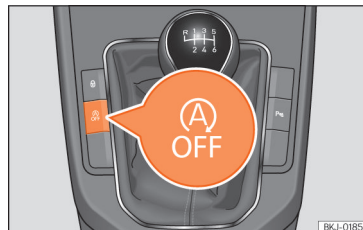

Abb. 85 Mittelkonsole: Systemtaste Start-Stopp.
- Um das Start-Stopp-System manuell aus-/einzuschalten, drücken Sie die Taste  **>>> (Abb. 85)**